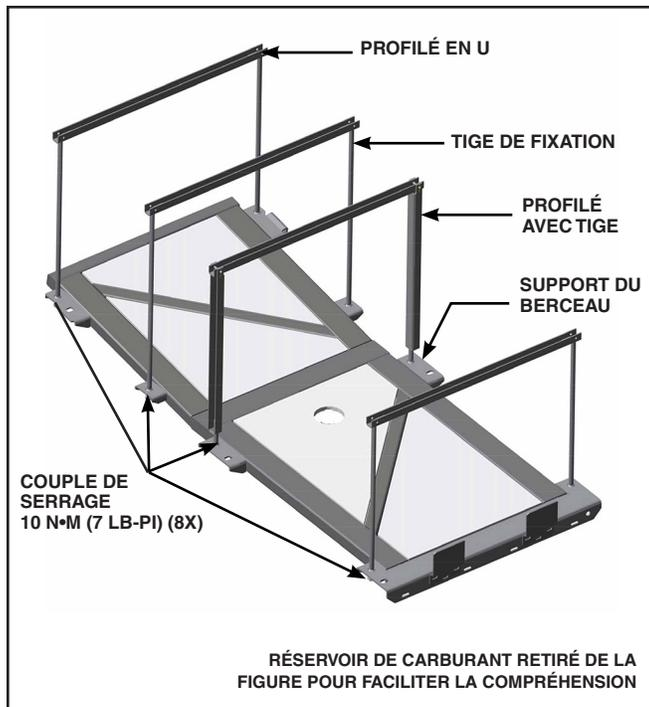

Figure 4 - Fixation du réservoir au berceau
- e. Installer les profilés en U sur le dessus du réservoir. Voir Figure 4.
- i. Fixer les tiges de fixation et les tiges des profilés avec des écrous de blocage et des rondelles plates. Serrer au couple indiqué en Figure 4.